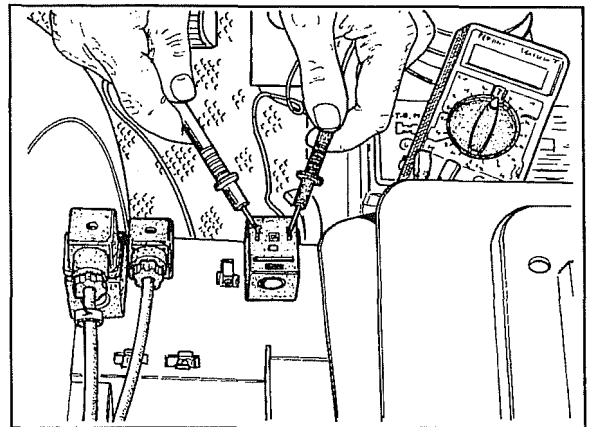

Abb. 4
- 5 Wenn man am Stecker einen Wert von 12 V mißt, ist der Wert des Widerstands der Spule des Magnetventils des Allradantriebs zu messen, siehe Abb. 4. Dieser Widerstand muß einen Wert von circa 7,6 Ohm aufweisen. Werte in der Nähe von 0 sind Anzeichen für einen Kurzschluß, während der Stromkreis unterbrochen ist, wenn man gar keinen Meßwert erhält (der Kurzschluß wird auch durch das Steuergerät in der Version max mit 4 Blinkzeichen, denen eine Pause folgt, angezeigt). In beiden Fällen ist die Spule zu ersetzen.
18 Mit einem Testgerät den Widerstand der Spule messen, so wie es schon für das Magnetventil des Allradantriebs in Abb.4 beschrieben ist.